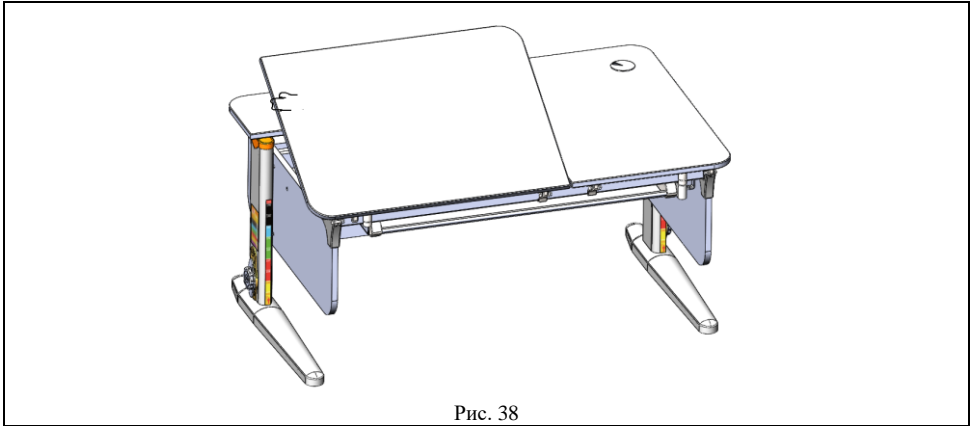

Рис. 38
6.5.1. Приподнять столешницу (держась за дальний левый или правый угол столешницы) на нужный угол наклона. (См. рис. 38)